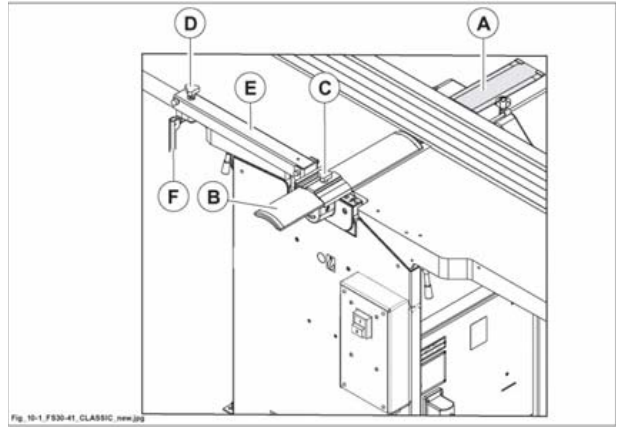

Fig. 10.1
- 1) Ponte della protezione (B fig. 10.1).
- 2) Pomolo di bloccaggio del ponte (C fig. 10.1).
- 3) Pomolo di regolazione in altezza (D fig. 10.1) (altezza massima raggiungibile 75 mm).
- 4) Braccio (E fig. 10.1).
- 5) Leva bloccaggio protezione (F fig. 10.1).
Per regolarla in altezza agire sul pomolo (D fig. 10.1); la posizione desiderata viene mantenuta dall'ammortizzatore.